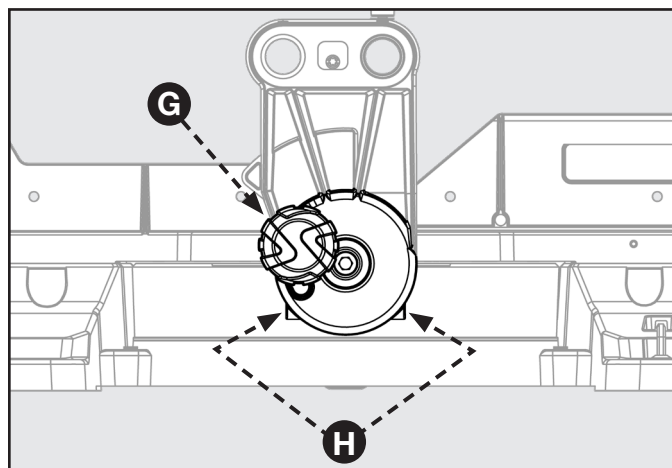

FIGURE 13
9. Le bord de l'équerre et la lame de scie doivent être parallèles, comme illustré à la figure 13.